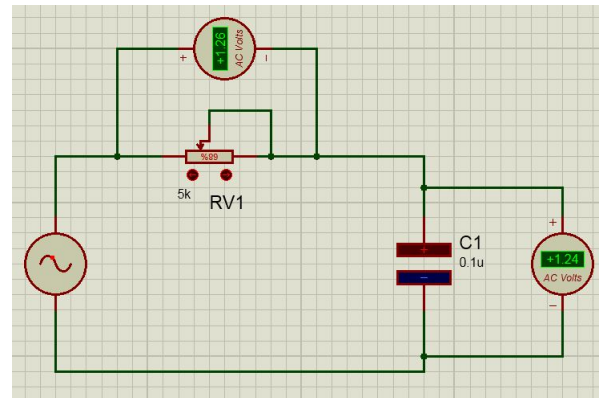

Figura 3.3: Esquema del sistema
4. Armar el circuito de la figura 3.3 .